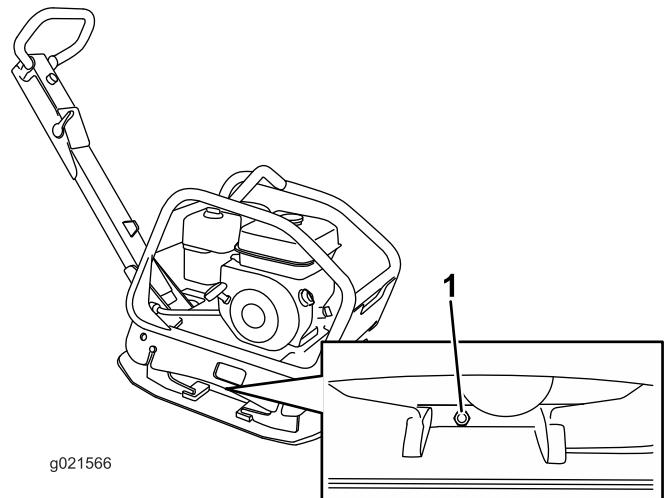

Figura 21
2. Coloque un recipiente debajo del tapón de aceite y retire el tornillo del tapón de aceite situado en el lateral del alojamiento de la excéntrica (Figura 21).
2. Coloque un recipiente de aceite usado debajo del tapón de aceite y retire el tornillo del tapón de aceite (Figura 21). Coloque un recipiente de aceite usado debajo del tapón de aceite.
3. Incline la compactadora ligeramente hacia la derecha, y utilice una pistola de succión para retirar el aceite a través del orificio del tapón de aceite (Figura 21).
4. Incline la compactadora ligeramente hacia la izquierda, y vierta aceite lentamente en el orificio del tapón de aceite (Figura 21).